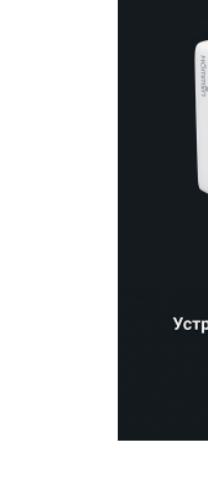

Рис. 1
7. Далее следуйте пошаговой инструкции по подключению в приложении. Для включения режима «Сопряжение» на сенсоре протечки необходимо вставить скрепку в отверстие на корпусе устройства и удерживать находящуюся кнопку внутри, пока не начнет мигать зеленый индикатор (рис.1).